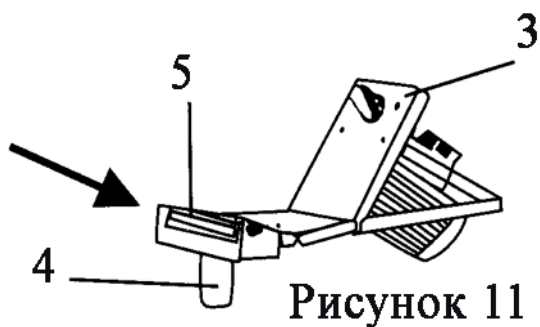

Рисунок 11
3. Установите блок мотора (3) на поворотный кронштейн (4). Соедините блок и кронштейн при помощи шпильки (5). Зафиксируйте шпильку шплинтом (Рисунок 11).